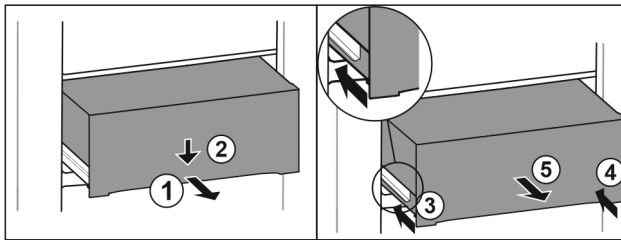

Fig. 221
- ▶ Schubfach halb herausziehen. Fig. 221 (1)
- ▶ Schubfach an der Vorderseite nach unten drücken. Fig. 221 (2)
- ▶ Linke Schiene etwa 2 cm einschieben. Fig. 221 (3)
- ▶ Rechte Schiene etwa 2 cm einschieben. Fig. 221 (4)
- ▶ Schubfach nach vorne entnehmen. Fig. 221 (5)